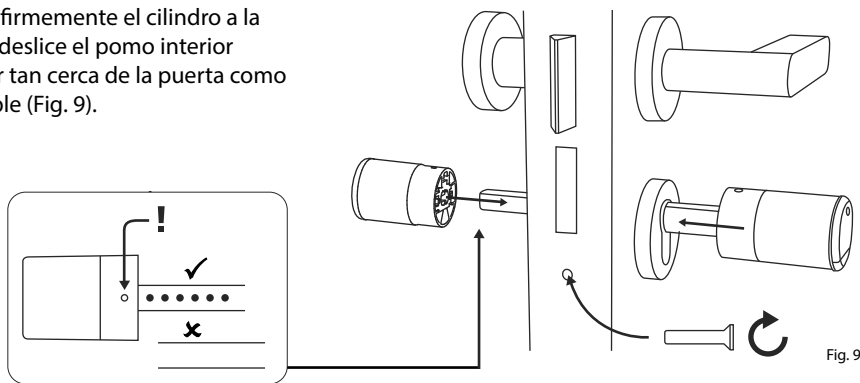

Fig. 9
- < 43 mm = ①
- 44 - 53 mm = ②
- 54 - 59 mm = ③
- ⑥ Atornille firmemente el cilindro a la puerta y deslice el pomo interior y exterior tan cerca de la puerta como sea posible (Fig. 9).